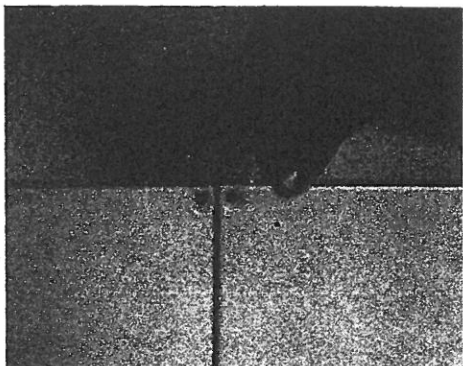
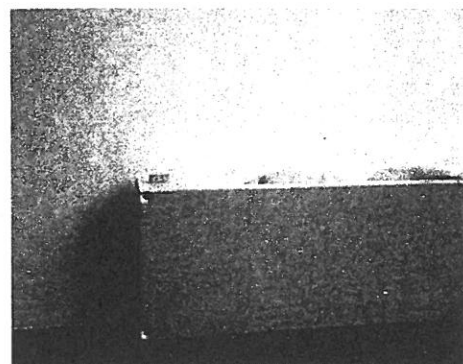

Fig. 1
Fig. 4
2.101 Velg ut de elementene som skal benyttes. 320 T, 500 T eller 680 T. Legg panelene med de perforerte sidekantene inn mot hverandre. Panelene settes sammen ved hjelp av klips i over- og underkant. Entre først klipset inn i sporet på det ene panelet. Deretter kan klipset skyves inn i sporet på det andre panelet. Klipsene vil nå holde panelene sammen med tett fuger. Se fig. 1.
3.2. Dersom 2 stk. sokler benyttes, skal den ene monteres under og den andre over brannpanelet. Soklene klippes sammen med klips, se fig. 1 og 3, og plasseres slik at tappene som vist i fig. 4 går inn i sporene på panelets underrespektive overside. Husk 10 mm avstand til gulv.